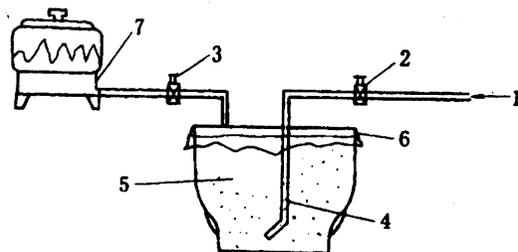

图 9-2 农户沼气储粮灭虫示意图
(1) 农户储粮。随着我国农村广泛推行家庭联产承包责任制，由过去集体、国家储粮而改为家庭、国家储粮，因而会储粮、储好粮就变得重要起来。沼气储粮以其简便易行的优点，成为农户储粮的首选方案。
①建仓。农户可用大缸作为沼气储粮工具，也可新建 1~4 米3 小仓，总的要求是密闭保气。
②布置沼气扩散管。为使沼气能在谷仓内迅速、均匀扩散，需因仓制作沼气扩散管，其方法是：缸用管可用沼气输气管烧结一端，然后用烧红的大头针刺小孔若干，置于缸底。仓式储粮则需制作“十字形”、“丰字形”沼气扩散管置于仓底，各支管上刺孔若干，以便迅速充满沼气（图 9-2）。